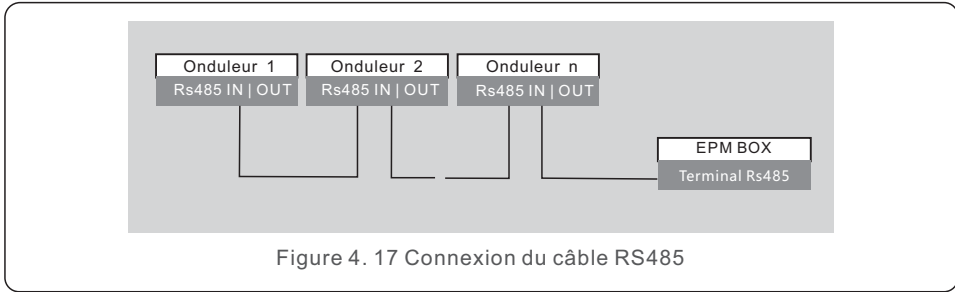

Figure 4.17 Connexion du câble RS485
b. Se référer à la figure 4.17. Connecter le câble de communication entre l'onduleur et l'EPM. La longueur du câble RS485 entre l'onduleur 1 et l'EPM doit être inférieure à 1000 mètres.